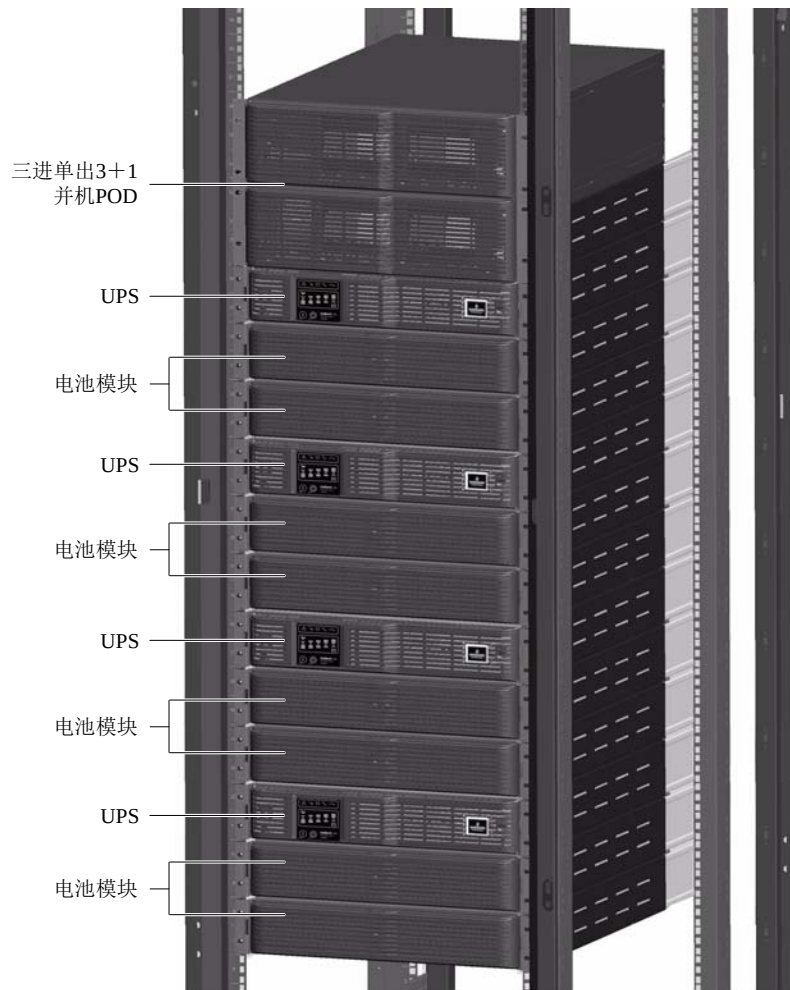

图3-1 带电池模块的 3+1 并机系统安装示意图
2. 如图 3-1，电池模块安装在最下层，UPS 和电池模块间隔安装，POD 安装在最顶层，以便于电缆连接及操作。